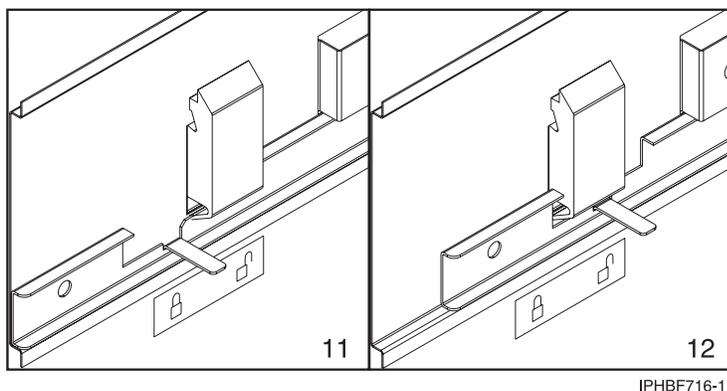

Figura 56. Colocar la pegatina de "bloqueo/desbloqueo" en el panel de la cubierta
- e. Ponga una pegatina de "bloqueo/desbloqueo" en el interior del panel de la cubierta de modo que cuando la barra corredera esté en la posición de bloqueo, la pestaña quede situada sobre el símbolo de bloqueo (11), tal como se muestra en la Figura 56 en la página 75, y sobre el símbolo de desbloqueo, (12), cuando la barra corredera esté desbloqueada.